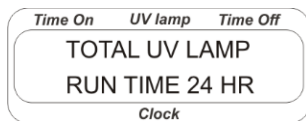

Рисунок 6. Отработанное время УФ ламп
5.2.6. Для просмотра отработанного времени УФ ламп (рис. 6), нажмите кнопку **Set**. Экран вернётся к обычному режиму через некоторое время.